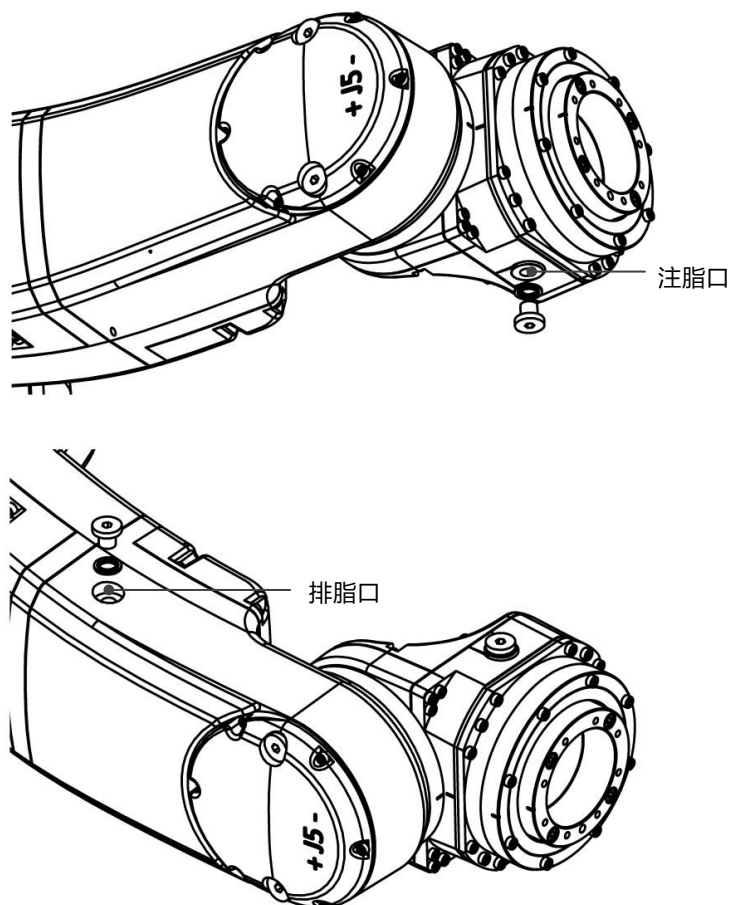

图 13-12 更换 J5/J6 轴齿轮箱润滑脂
4. 拆下排脂口密封螺塞和密封垫圈，如图 13-12 所示。